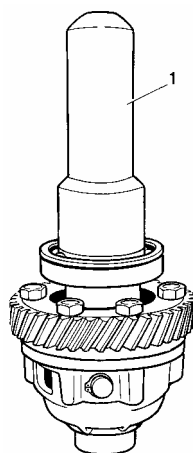

Рис. 3-41. Напрессовка подшипника на корпус дифференциала:
- напрессовку подшипников на корпус дифференциала проводите оправкой 67.7853.9558 (см. рис. 3-41);